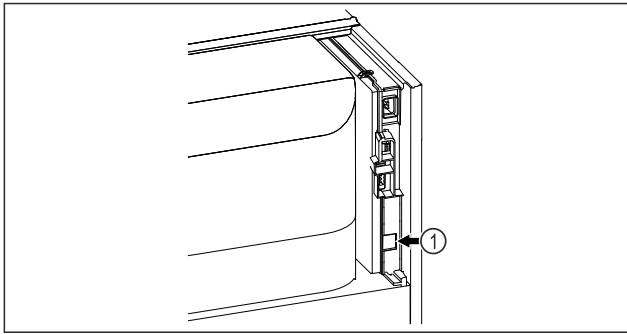

Fig. 132
- ☐ Moduli SmartModule Fig. 132 (1) është vendosur.